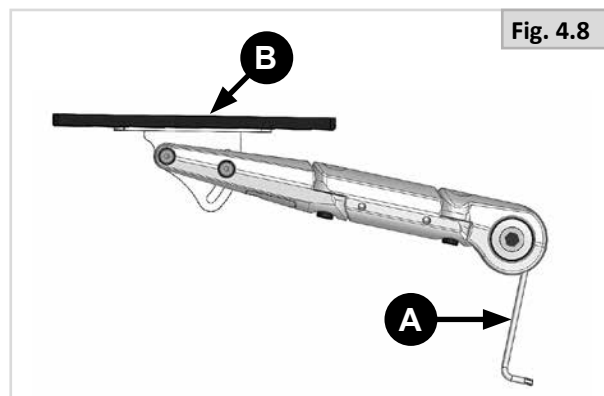

Fig. 4.8
Partie 1 (Fig. 4.8)
2. Desserrez (A) pour pouvoir régler (B).
3. Serrez les vis (A à la Fig. 4.8), au couple de 30 Nm.